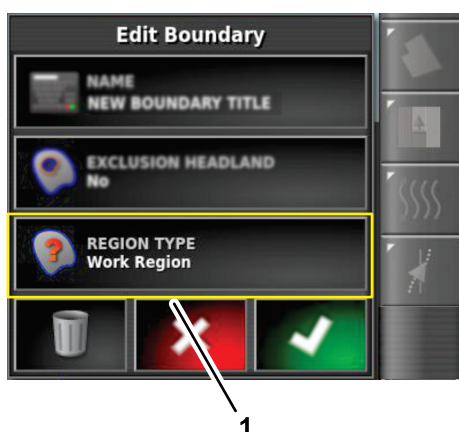

図 61
1. 境界編集ダイアログボックスの中で、領域の種類アイコンを押す 図 61。